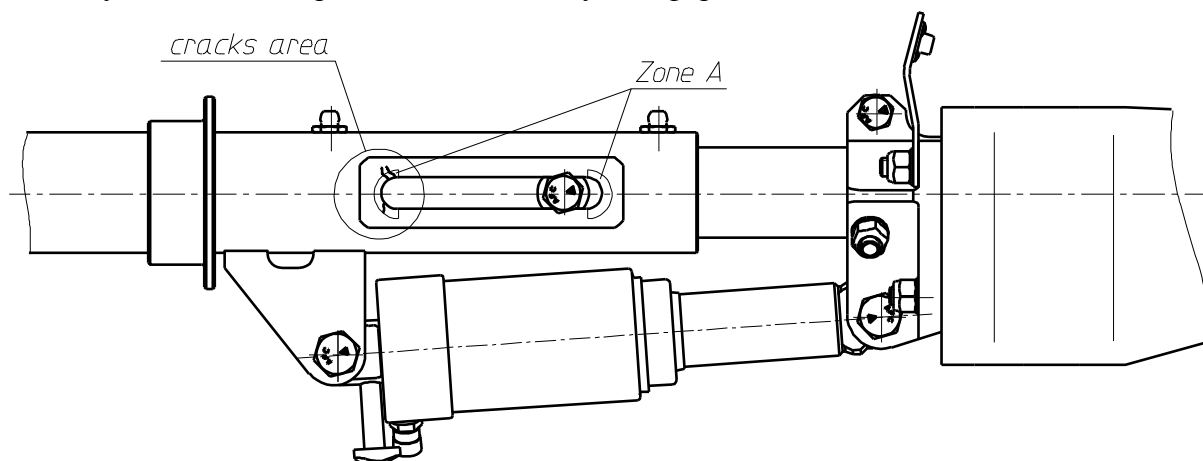

рис. 1
3. Удалить выступающую смазку, осмотреть стойку носового шасси самолёта в указанной зоне на наличие трещин (см. рис. 1).